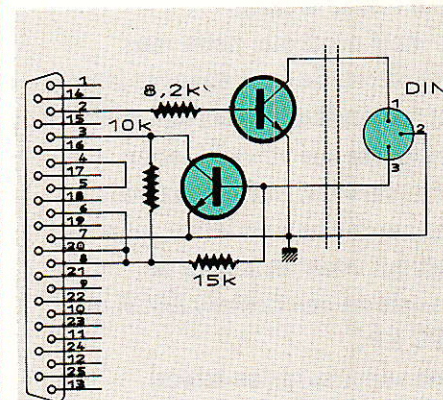

Figure 1
**V**ous voulez savoir à quoi ressemble un câble « spécial PC-Minitel » ? La **figure 1** vous en donne un exemple mais ne l'utilisez que pour en comprendre les dangers.